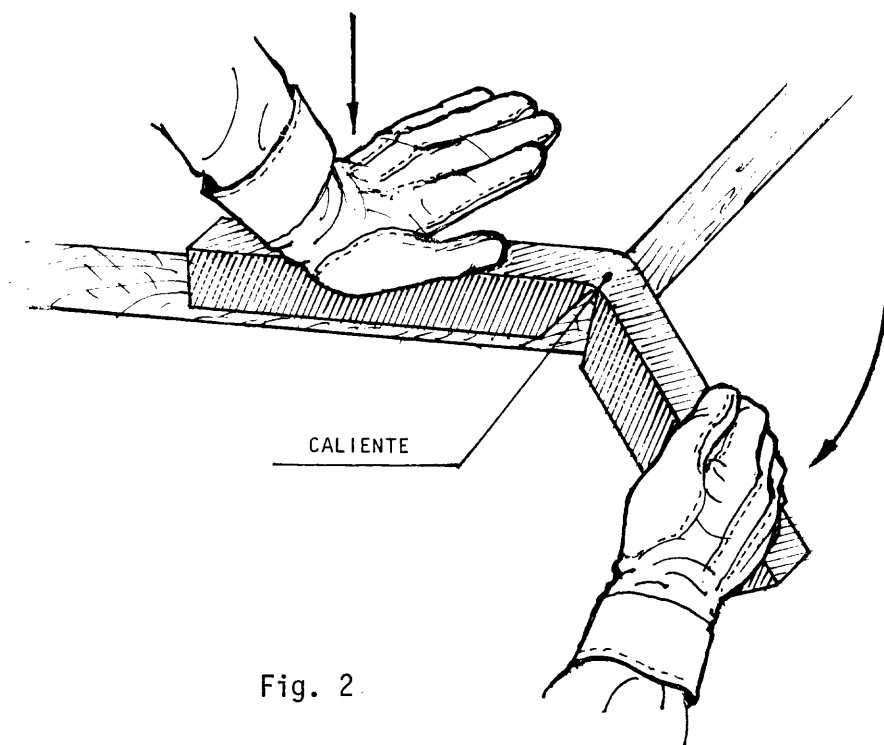

Fig. 2
- c Doble el perfil en la parte calentada (fig. 2).